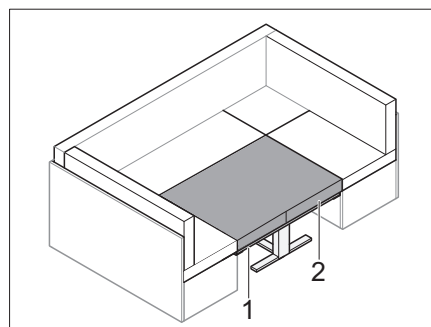

Fig. 64 Cojín adicional insertado
- Insertar el cojín adicional (Fig. 64,2) suministrado.